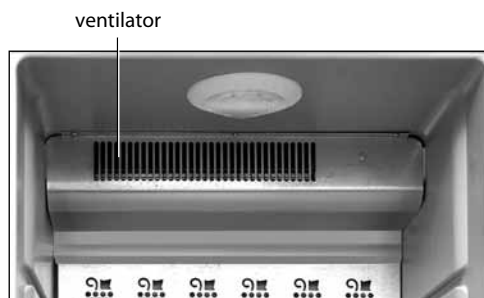

Figura 2
1.3 Frigiderul este echipat cu ventilator încorporat, vezi figura 2, care asigură circulația forțată a aerului în cameră.
2.2.2 După pornirea frigiderului începe să lucreze ventilatorul intern cum se arată în figura 2.